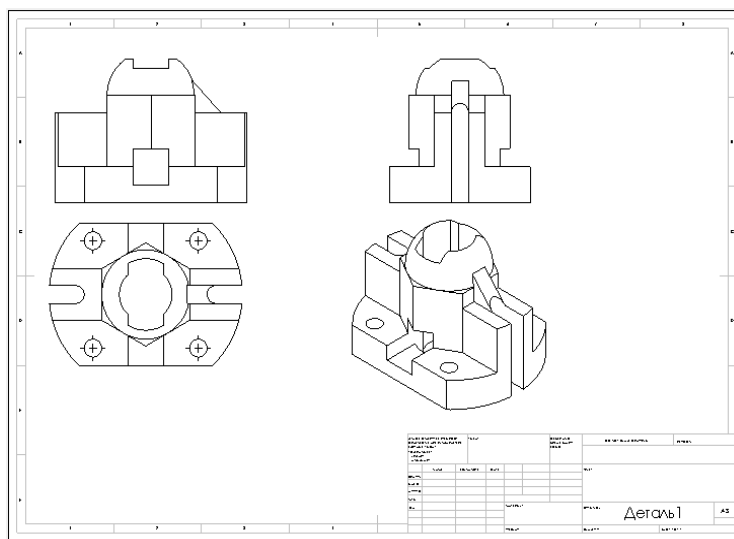

Рисунок 4.28 – Проекційні та ізометричні види деталі
6. Після того, як ви створите перший вигляд, відразу запуститься інструмент "ПРОЕКЦИОННЫЙ ВИД" (PROJECTED VIEW) (рис. 4.28). Відвівши мишку вліво, вправо, вниз, вгору ви побачите новий вид, що проєкційно зв'язаний з попереднім. Для розриву проєкційного зв'язку потрібно нажати і тримати клавішу CTRL. Якщо відвести мишку по діагоналі, то система запропонує відповідний аксонометричний вид. Відведіть мишку вгору і натисніть клавішу CTRL. Перемістить створений вид "СВЕРХУ" під видом "СПЕРЕДИ" і натисніть ліву клавішу. Створено новий проєкційний вид (рис. 4.28). Аналогічно створіть вид "СЛЕВА", відвівши вправо мишку від виду "СПЕРЕДИ" (рис. 4.28). Завершіть все створенням ізометричного виду. Для створення ізометричного вигляду підберіть ту проєкція, котра дає найбільш наглядне ізометричне зображення (рис. 4.28).